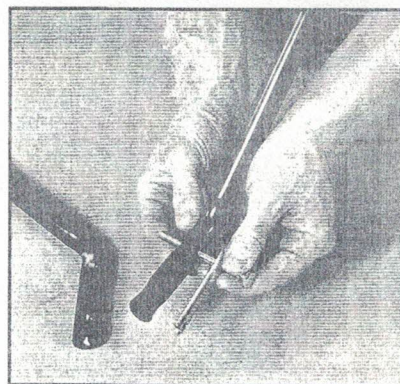

Рис. 2
4. Возьмите один болт 75 мм. (№ 20). Пропустите его через первую пару отверстий у места сгиба нижней части ручки. (рис. 2)